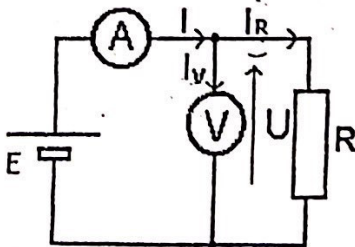

Figure 1 : Montage aval ou courte dérivation)
Dans la figure 1, on voit que le courant I lu sur l'ampèremètre n'est pas celui qui traverse la résistance. Celui qui traverse la résistance étant égale à $I - I_v$.
- Réaliser les montages de la figure 1 et 2 pour mesurer les valeurs des résistances inconnues R_{x1} et R_{x2} .